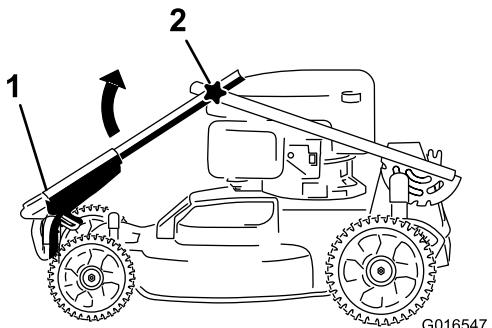
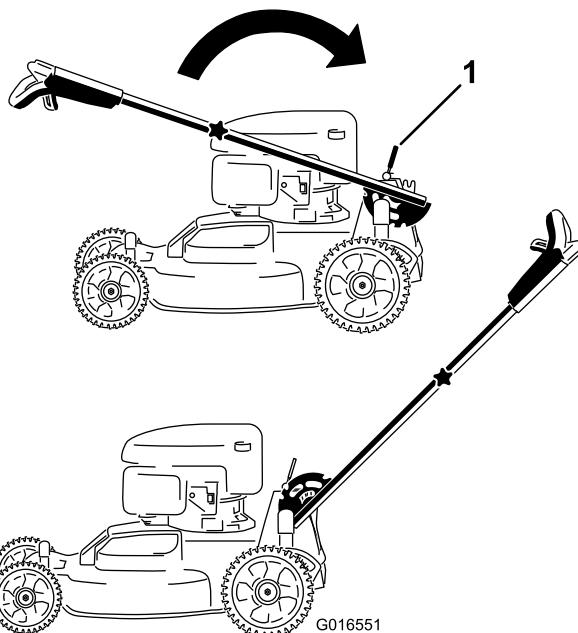

Figura 3
Figura 4
1. Ruotate la maniglia superiore in modo che si allinei con quella inferiore (Figura 3), quindi serrate entrambe le manopole sulla maniglia per bloccare la maniglia superiore in posizione (Figura 4).
2. Disinserite la leva del blocco della maniglia (Figura 4).
3. Tirate indietro la maniglia e bloccatela in posizione (Figura 4).